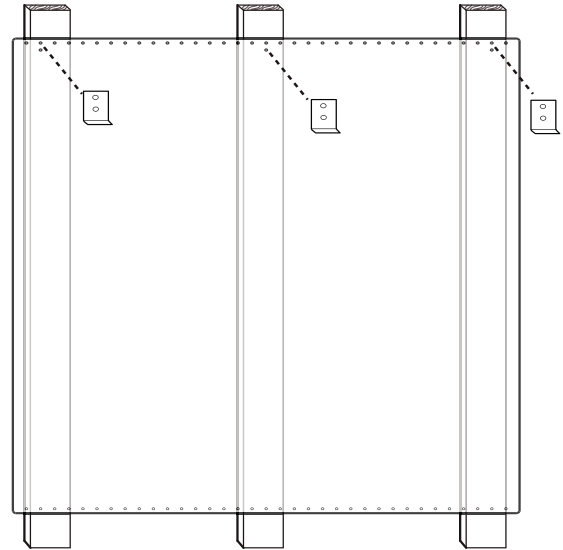

Figura 11: Consola trasera de protección con estante guarda-caliente
Se puede instalar primero la campana si instala la consola trasera de protección con un estante guarda-caliente ya que este estante cubrirá los tornillos de fijación superiores de la consola trasera de protección (Figura 11).
3. En el lugar indicado en la Figura 11, fije los soportes inferiores proporcionados con el estante guarda-caliente a través de la consola trasera de protección en los travesaños de pared.